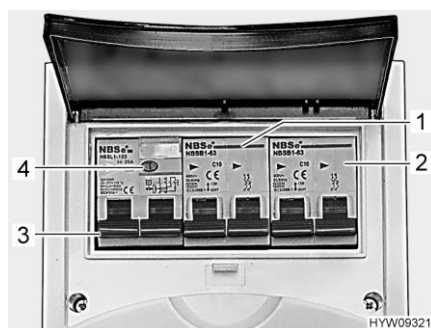

Fig. 133 Interruttore di sicurezza e interruttore automatico FI (scatola dei fusibili a 230 V)
Un interruttore di sicurezza per correnti di guasto (interruttore automatico FI) (Fig. 133,3) nella scatola dei fusibili protegge l'intero veicolo da correnti di guasto (30 mA).
L'interruttore di sicurezza collegato in serie (10 A) (Fig. 133,1) protegge le prese da 230 V, la centralina elettrica, il caricabatteria supplementare e il frigorifero.
Per veicoli con accessori opzionali, p. es. l'impianto di climatizzazione a tetto, un ulteriore interruttore di sicurezza (16 A) (Fig. 133,2) protegge l'apparecchio.
- Se il veicolo è collegato all'alimentazione a 230 V, premere il tasto di controllo (Fig. 133,4). L'interruttore di sicurezza per correnti di guasto (FI) deve scattare.